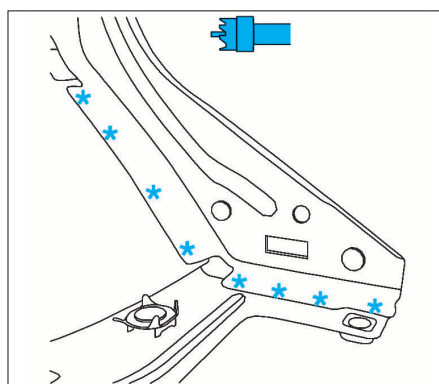

FIG. 23
- Dépointer selon (Fig.23 à 27).